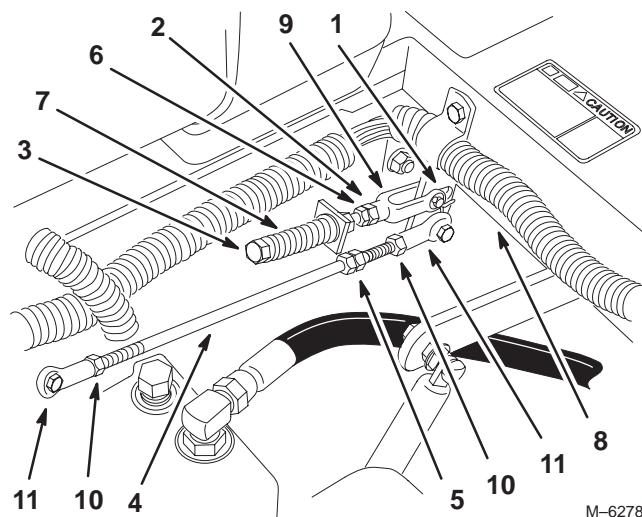

Figure 55
5. Placez le levier au point mort, **sans le verrouiller** (Fig. 55).
6. Tirez-le ensuite en arrière jusqu'à ce que l'axe de chape (situé sur le bras au-dessous de l'axe de pivot) touche l'extrémité de la fente (c.-à-d. commence juste à appuyer sur le ressort) (Fig. 55).
8. Si un réglage s'impose, desserrez l'écrou et l'écrou de blocage vissés contre la chape (Fig. 55).
10. Serrez l'écrou et l'écrou de blocage (Fig. 55).
1. Desserrez les contre-écrous sur les rotules de la tige de commande de la pompe (Fig. 55).
3. Réglez la longueur de la tige de pompe en tournant les doubles écrous dans le sens voulu, jusqu'à ce que la roue soit immobilisée ou tourne légèrement en marche arrière (Fig. 55).
6. Serrez les contre-écrous contre les rotules (Fig. 55).